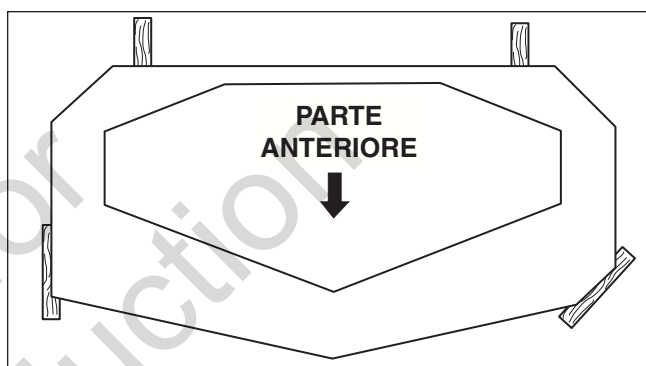

Figura 25. Posizione dei blocchi 2x4
3. Mettere due blocchi 2 x 4 sotto ciascun angolo del piano di falciatura con i lati da 8,9 cm (3 pollici e mezzo) in verticale. Vedere la Figura 25.